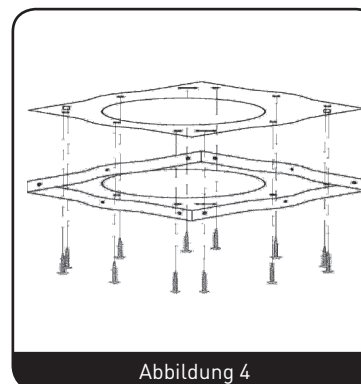

Abbildung 4
- Halten Sie die Befestigungsplatte an die Zimmerdecke und markieren Sie die Position der Schraublöcher. Die Befestigungsplatte muss fest an der Zimmerdecke befestigt werden. (Abbildung 4)